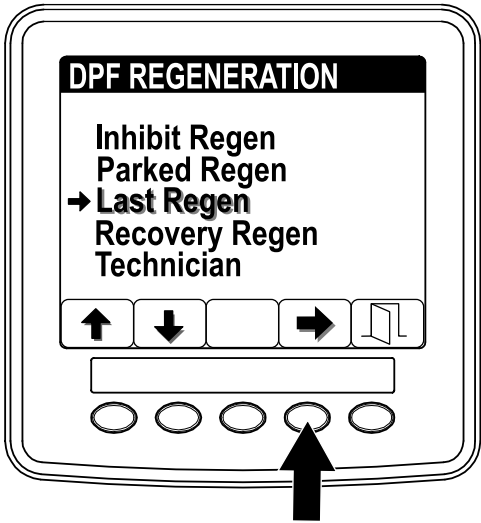

Рисунок 5
1. Перейдите к меню DPF Regeneration (Регенерация DPF) и нажмите кнопку 1 или 2 для прокрутки к опции LAST REGEN (ПОСЛЕДНЯЯ РЕГЕНЕРАЦИЯ) (Рисунок 5).